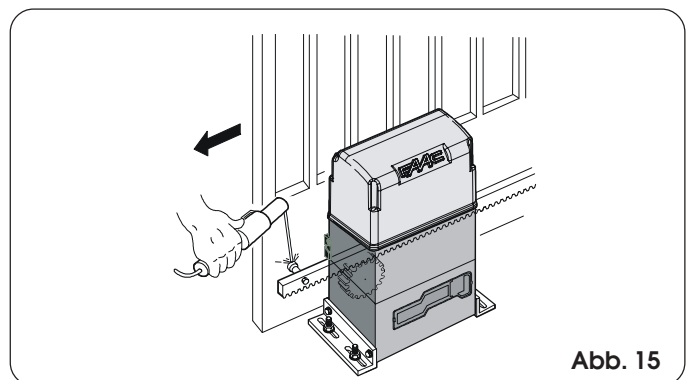

Abb. 15
- 3) Das erste Stück der Zahnstange waagrecht auf dem Ritzel ablegen und den Gewindeperrzahn auf dem Tor anschweißen, wie in Abb. 15 angegeben.